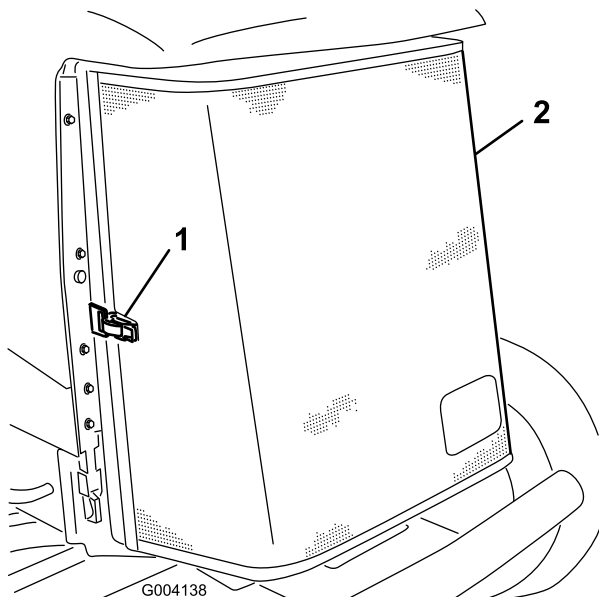

Figura 68
3. Desprenda a braçadeira e articule para abrir o painel traseiro (Figura 68).